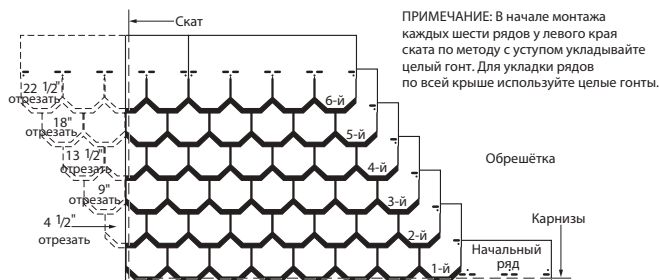

Рис. 16-15. Шесть вверх, на 11,4 см обрезка (гонт Carriage House).
2. Вбейте гвозди в начальный полосовой гонт примерно на 3,8 см выше нижнего края таким образом, чтобы они были выровнены по центру под язычками гонта первого ряда. Продолжите укладку вдоль карнизов, используя целые гонты размером 25,4 x 91,4 см (Рис. 16-15).
**1-й РЯД:** Уложите целый гонт в левом нижнем углу крыши, расположив язычки вровень с начальным рядом (Рис. 16-15).